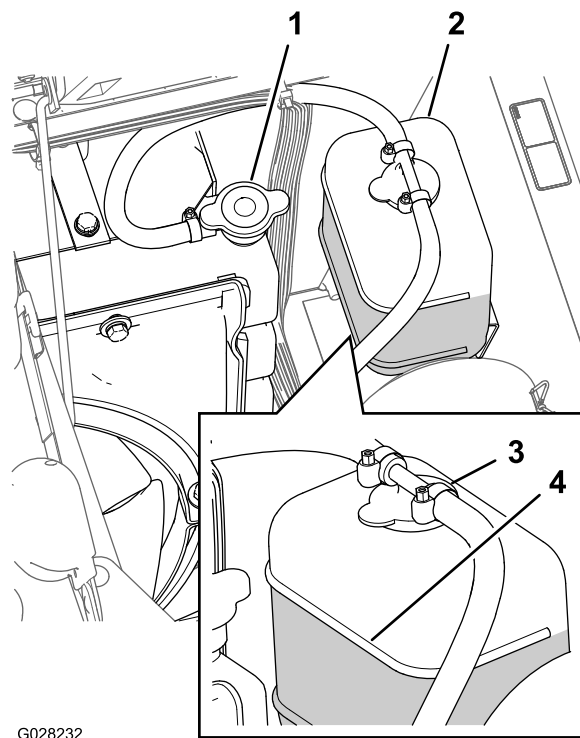

Figura 85
3. Retire cuidadosamente a tampa do radiador e a tampa do depósito de expansão (Figura 85).
Nota: O radiador deverá encontrar-se cheio de líquido até ao cimo do tubo de enchimento e o nível de líquido no depósito de expansão deverá atingir a marca Cheio no depósito (Figura 85).
5. Se o nível do líquido de arrefecimento for baixo, retire a tampa do depósito de expansão e o tampão do radiador, encha o depósito de expansão até à marca Cheio e o radiador até ao cimo do tubo de enchimento (Figura 85).
6. Volte a colocar as tampas no radiador e no depósito de expansão (Figura 85).
2. Quando o motor estiver frio, retire o tampão do radiador (Figura 85).
6. Retire o tampão do radiador (Figura 85).
8. Ligue o motor com a tampa sem aperto no radiador (Figura 85).
superfície de vedação e aperte o tampão (Figura 85).
11. Abra a tampa do depósito de expansão e encha o depósito com líquido de arrefecimento até ao nível Frio (Figura 85).